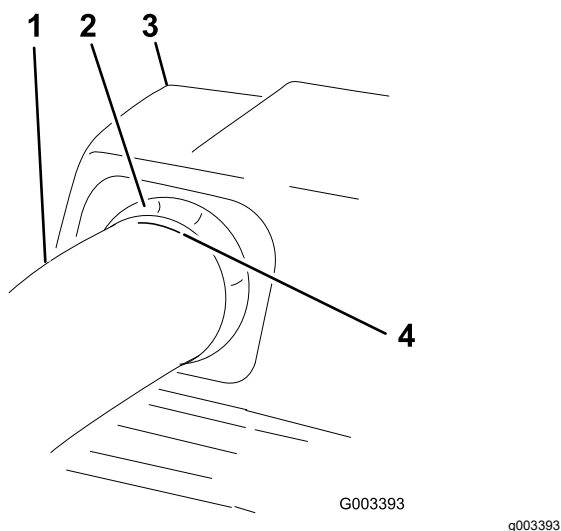

Figure 23
6. Lorsque la distance est correcte, tracez un repère à l'extérieur du tube supérieur à l'endroit où le joint en caoutchouc dépasse (Figure 23).
Vérifiez que le repère de la Figure 23 est à la même position.